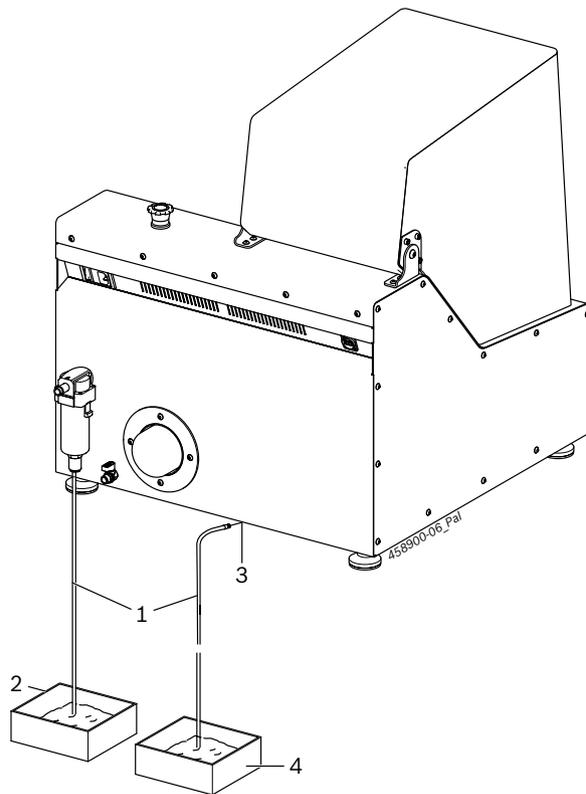

Рис. 24: EPS 118 со сливными шлангами
7. Подключить шланг от поддона к разъему (Рис. 24, поз. 1). Вставить другой конец в сборную емкость.
! Сборная емкость (Рис. 24, поз. 3) подлежит ежедневной проверке для определения негерметичности внутри EPS 118.
8. Медленно и крайне осторожно заливать испытательное масло (ISO 4113) с помощью воронки в камеру впрыска (Рис. 24). Заливать испытательное масло до полной заправки камеры впрыска.